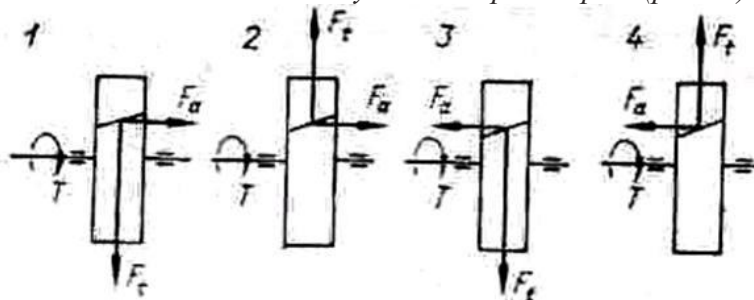

Рис. 8.
3.72. Какая схема действия сил на зуб шестерни верна (рис. 8)?